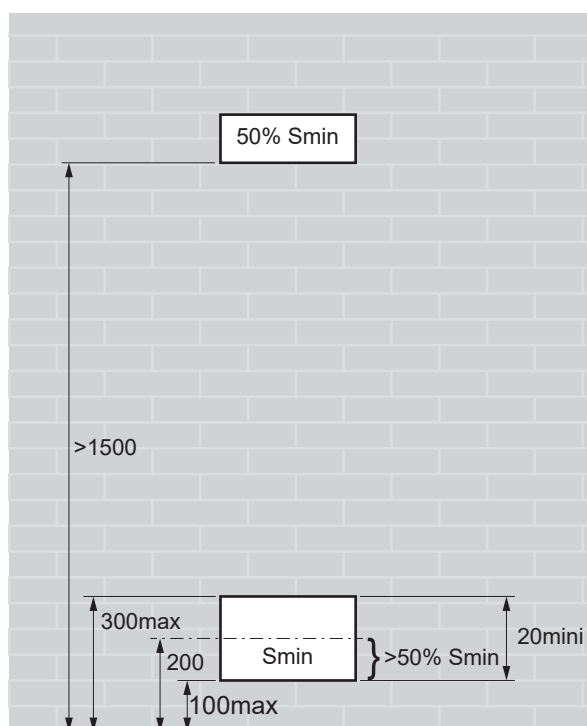

fig. 23 - Position des ouvertures pour la ventilation
- si la surface minimale (fig. 24) ne peut être respectée, suivre les instructions de la fig. 26 pour prendre en compte les surfaces des pièces adjacentes et la création des aérations (voir fig. 23 et fig. 25).